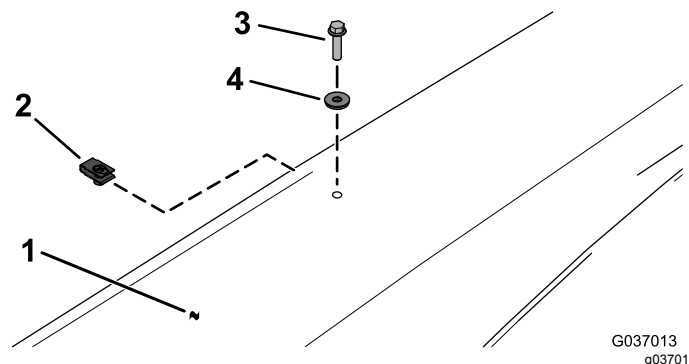

Figure 14
16. Fixez le pare-soleil au support de pavillon à l'aide de 2 clips, 2 rondelles d'étanchéité et 2 boulons à embase hexagonale (1/4" x 1"), comme montré à la Figure 14.